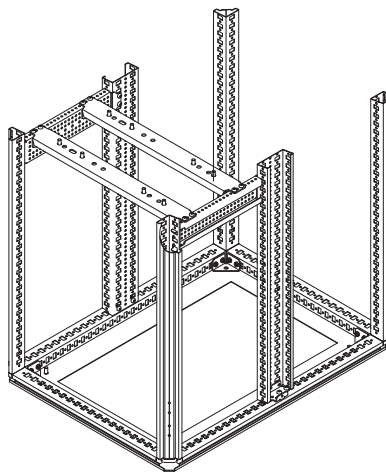

Рисунок 58
4.21.5 Винты для установки аппаратуры устанавливаются снизу вверх (рисунок 58).